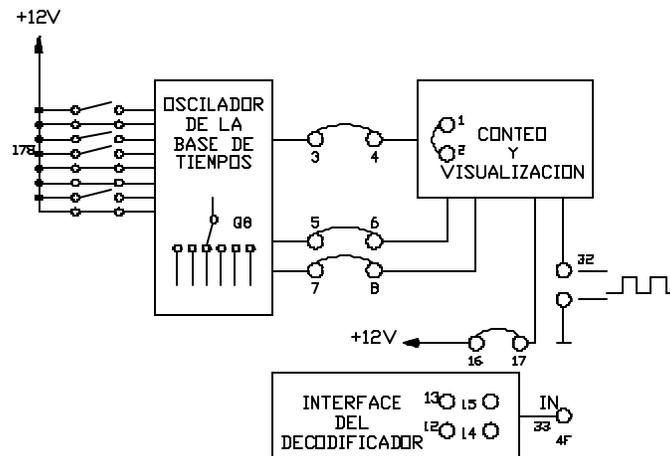

Figura 8
- Hacer las conexiones de la figura 8. Seleccionar la frecuencia de 1778 Hz en la base de tiempos y fijar los interruptores del contador en el número 178.